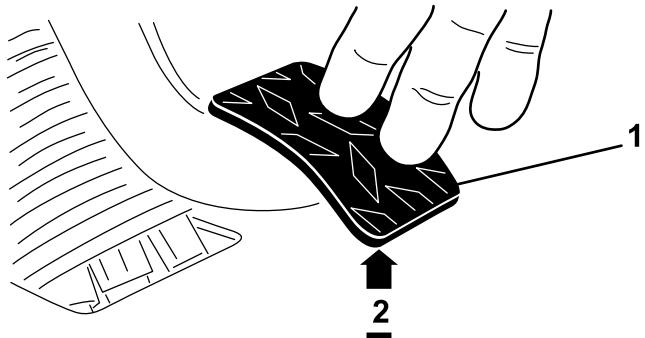

Figura 70
3. Regolate i controdadi o il giunto a sfera fino a quando, applicando sul pedale una forza di 1,8 kg, il bordo inferiore posteriore del pedale della frizione si trova a una distanza di $9,5 \pm 0,3$ cm dalla superficie con motivo a rombi del pianale del veicolo (Figura 70).